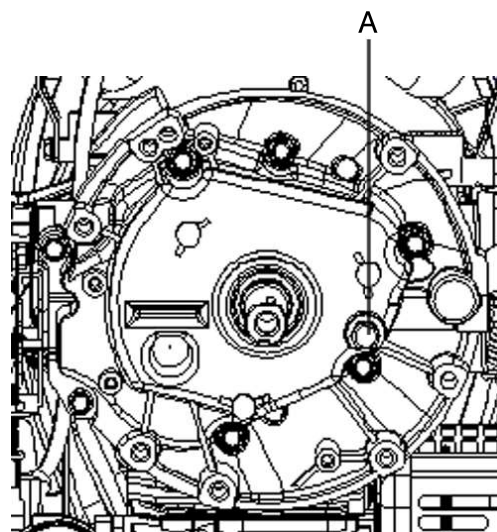

Fig. 6
3. Retire a tampa de drenagem do óleo (A) enquanto o motor ainda estiver quente. Esvazie o óleo num recipiente adequado para tal fim (Fig.6).